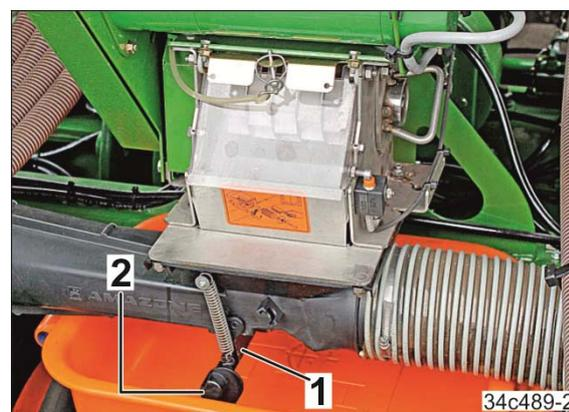

Fig. 116
6. Abrir la compuerta del canal (Fig. 116/1) inyector.
Agarrar la compuerta del canal inyector solo por la empuñadura (Fig. 116/2), de lo contrario existe peligro de lesiones al cerrarse la compuerta bajo presión de resorte.